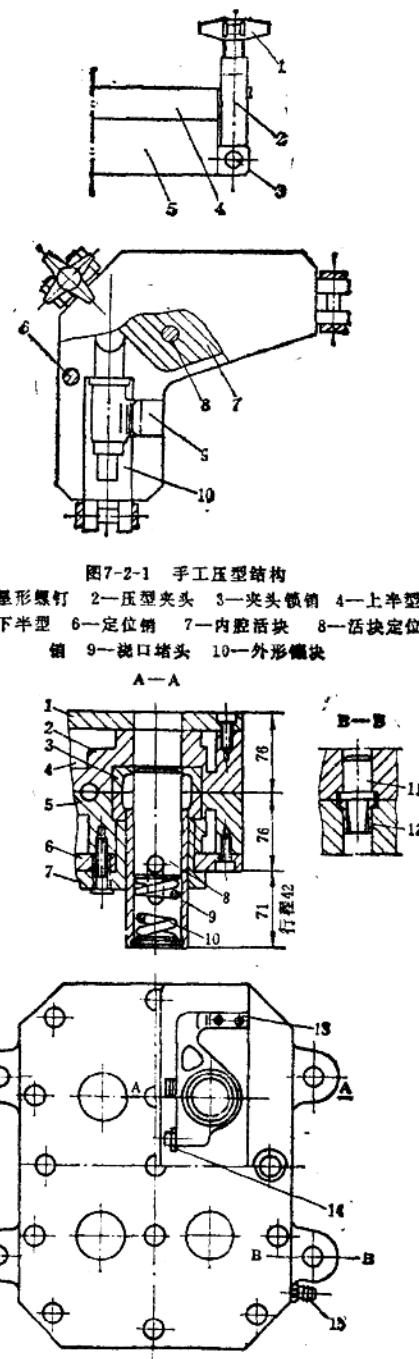

图7-2-1 手工压型结构
(1) 手工压型 手工操作的压型一般采用活块结构(图7-2-1)，结构比较简单。
(2) 机械化压型 机械化操作的压型结构较手工操作的压型结构复杂，定型和动型都有内冷水